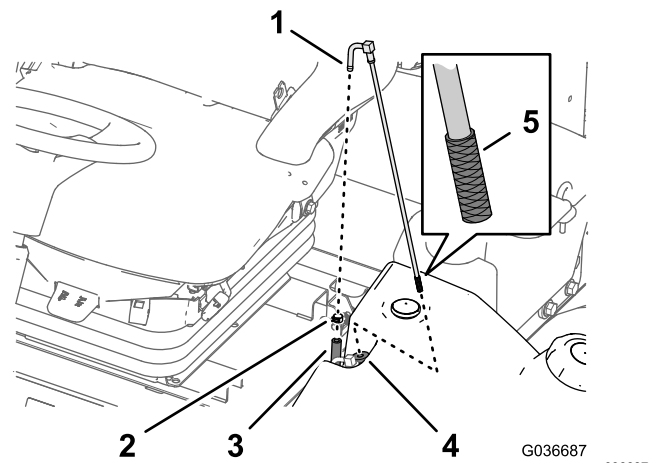

Bild 46
2. Schließen Sie den Schlauch vom Anschlussstück ab (**Bild 46**).
3. Nehmen Sie den Kraftstoffansaugschlauch vom Kraftstofftank ab (**Bild 46**).
4. Reinigen Sie das Sieb am Ende des Kraftstoffansaugschlauchs (**Bild 46**).
5. Stecken Sie den Kraftstoffansaugschlauch durch die Gummibüchse in den Kraftstofftank (**Bild 46**).
1. Entfernen Sie die Schlauchklemme, mit der der Kraftstoffzulaufschlauch am Anschlussstück des Kraftstoffansaugschlauchs befestigt ist (**Bild 46**).